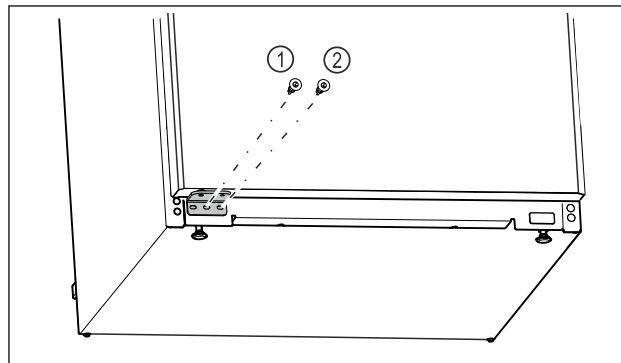

Fig. 21
- Csavarozza a helyére a csapágybak középső csavarját Fig. 21 (1) Torx 20 csavarhúzóval.
- Csavarozza a helyére a csapágybak belső csavarját Fig. 21 (2) Torx 20 csavarhúzóval.